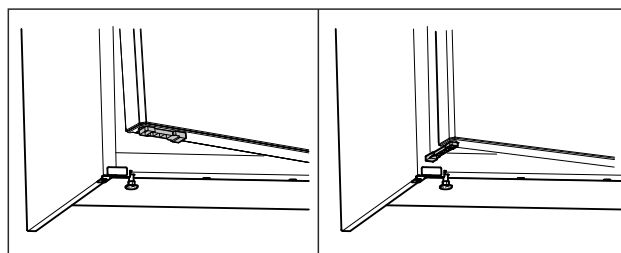

Fig. 70 *
- Drei døråpningsbegrenseren med 90°. (se Fig. 70) *